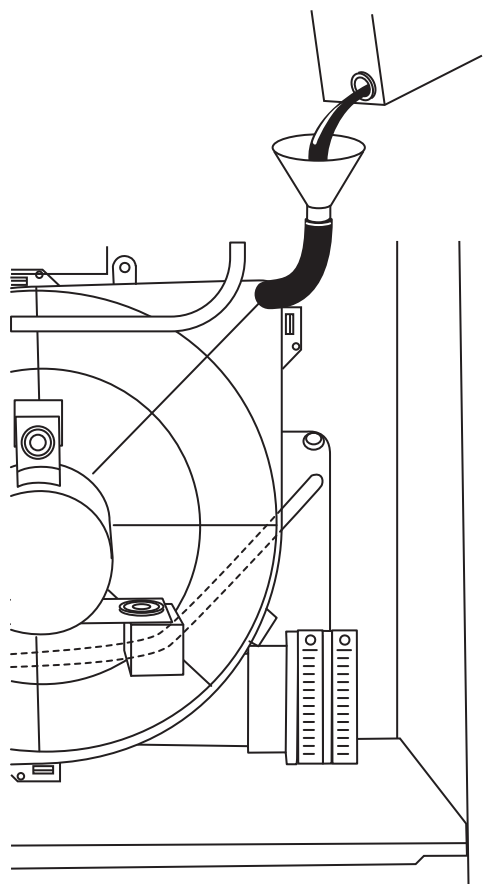

Fig. 39 - Antigel dans l'entonnoir/le tube
7. Verser 1 litre d'antigel dans l'entonnoir/le tube. L'antigel doit traverser le carter de l'inducer, remplir le purgeur de condensat, puis s'écouler dans le drain à ciel ouvert du lieu d'installation. Voir fig. 39.